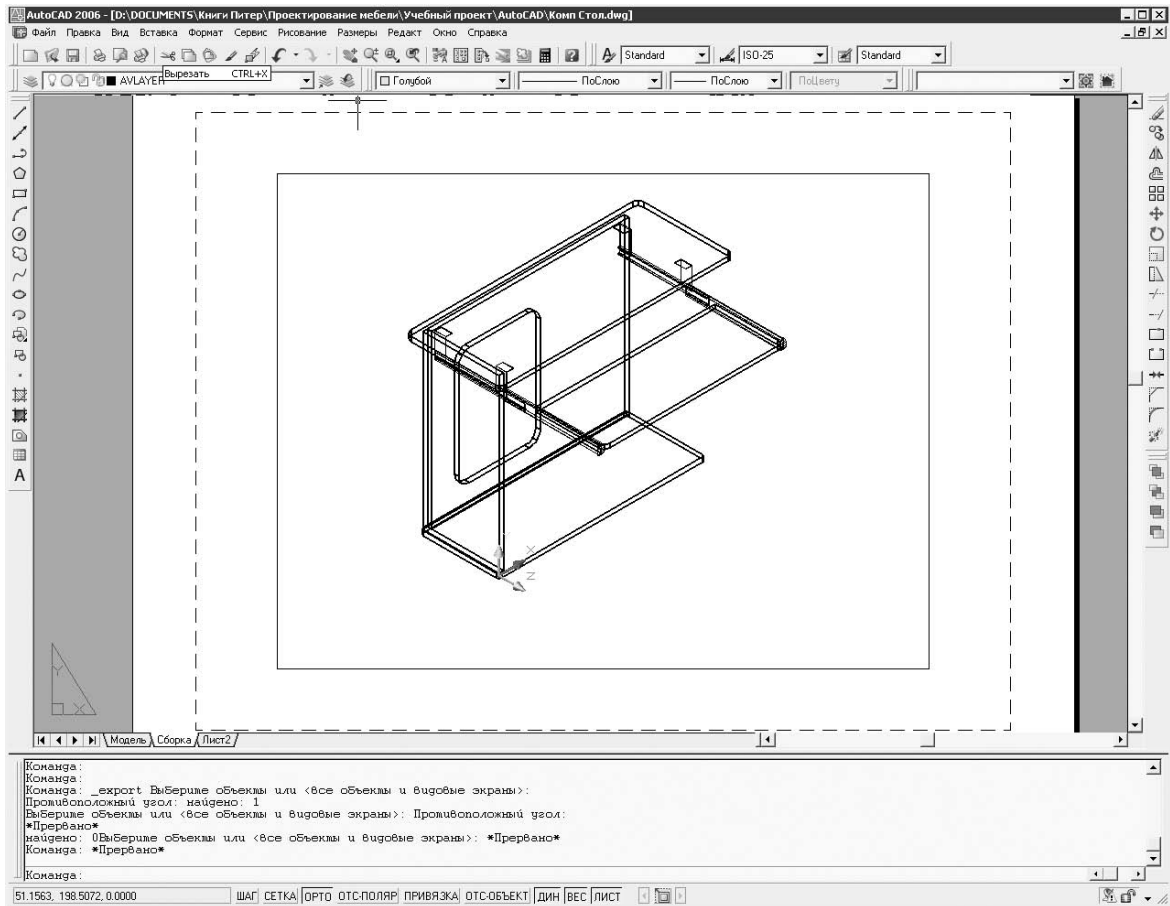

Рис. 5.11
5. Переключиться обратно в пространство листа, щелкнув кнопкой мыши на строке состояния на индикаторе МОДЕЛЬ/ЛИСТ,— появится стереометрическое изображение собранного стола (рис. 5.11).